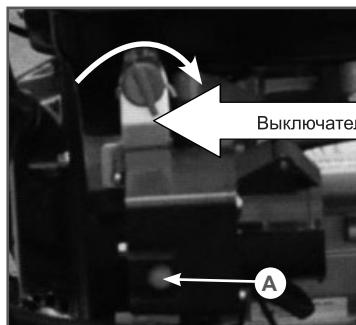

Рис.34
5. Установите выключатель в положение ON (Вкл). Нажмите и удерживайте кнопку запуска (A) электрического стартера (Рис.34).